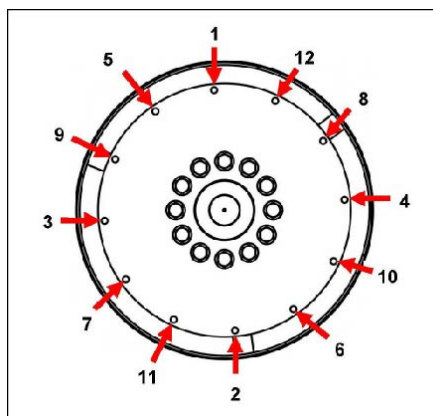

РИС. 22. ПОСЛЕДОВАТЕЛЬНОСТЬ КРЕПЛЕНИЯ
10. Извлеките установочные штифты. Установите на место болты муфты, поместив под их головками усиленные стопорные шайбы. Затяните болты крепления диска муфты к маховику, соблюдая последовательность, указанную в Рис. 22 на стр. 44.